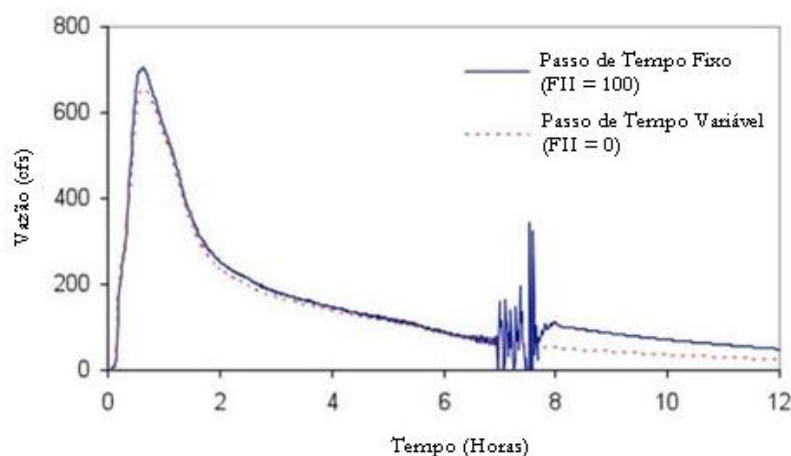

Figura 8.7 - Índice de Instabilidade de Fluxo
Como exemplo de como o Índice de Instabilidade de Fluxo pode ser usado, considere a Figura 8.7 mostrada em seguida. A linha cheia plota o hidrograma do escoamento para o trecho identificado, como tendo o maior valor FII (100) em uma simulação de propagação de fluxo pela onda dinâmica que utilizou um passo de tempo fixo de 30 segundos. A linha tracejada mostra o hidrograma resultante quando um passo de tempo variável foi utilizado em vez de um passo de tempo constante. Nota-se, que agora, a solução está completamente estável.